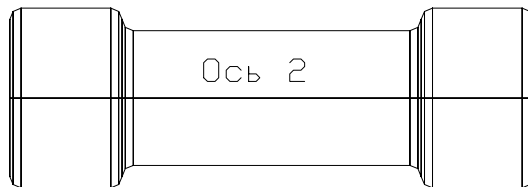

Рис. 24
5). Командой **Draw/Solid/Revolve** вращать фигуру вокруг линии Ось2 (Рис. 24).